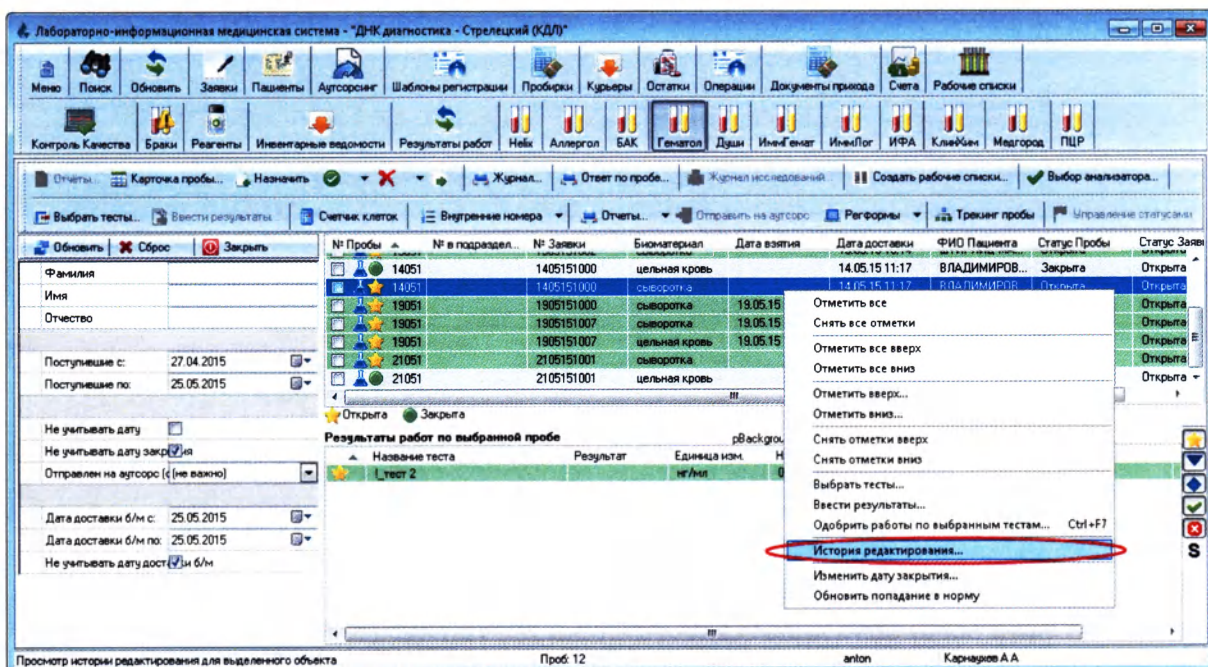

Рисунок 14.15
- Щелкните по выбранной пробе правой кнопкой мыши и в выпавшем списке выберите пункт **«История редактирования»** (Рисунок 14.15):